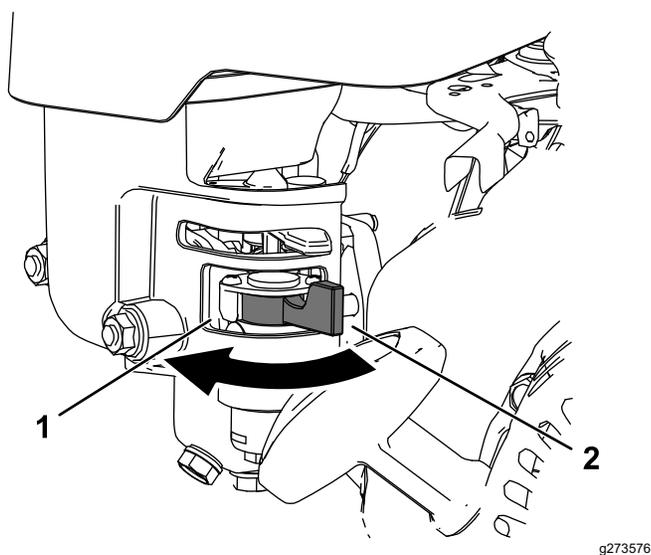

图 18
- 要打开燃油阀请将燃油切断控制杆转向反冲启动手柄图 18。
- 要关闭燃油阀请将燃油切断控制杆转离反冲启动手柄图 18。